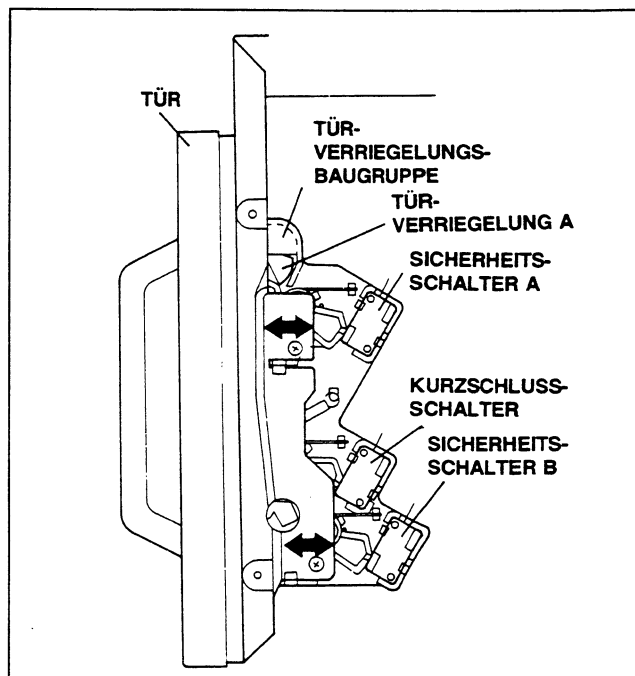

Abb. 26
(B) Bei der Montage des Schließbleches A an das Gerät wird das Schließblech A gemäß Abb. 26 in Pfeilrichtung verschoben und so angepaßt, daß die Tür kein Spiel hat.